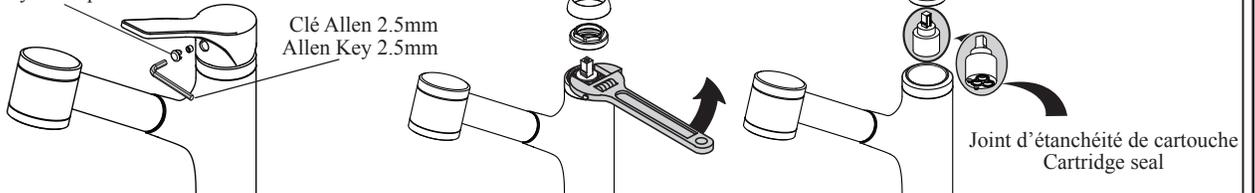

Fig. 11.2
- Nettoyer le joint d'étanchéité de la cartouche ou changer la **cartouche** si elle est endommagée (fig. 11.2).
- Clean the cartridge seal or replace the **cartridge** if damaged (fig. 11.2).